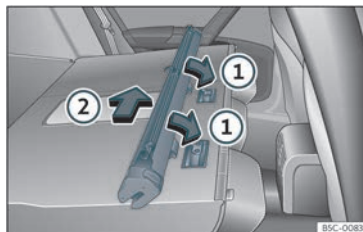

Fig. 133 Montaggio della rete divisoria sugli schienali del sedile posteriore.
- Posizionare la scatola della rete nelle rientranze della guida seguendo la direzione indicata dalle frecce >>> **fig. 133** ①.
- Spingere la scatola verso il lato sinistro del veicolo nel senso della freccia >>> **fig. 133** ② fino a fine corsa.
- Tirare la scatola della rete spostandola di circa 5 cm in senso contrario a quello indicato dalla freccia »» fig. 133 ②.
- Estrarre la scatola dalla guida tirando in direzione contraria rispetto alle frecce »» fig. 133 ①.